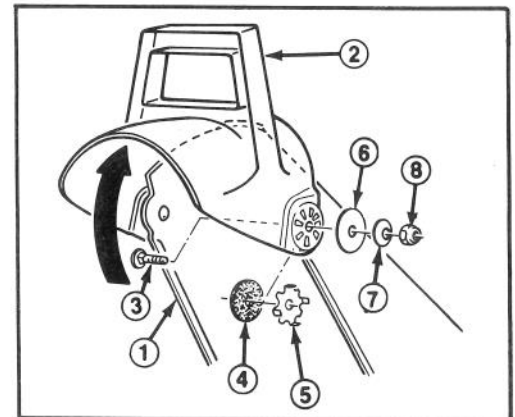

Abbildung 11
2. Die linke Seite des Ablenkblechtes am Auswurf mit Schloßschraube, Gummunterlage, Spannscheibe, Unterlegscheibe und Kontermutter befestigen. Beachten, daß Gummunterlage und Spannscheibe zwischen den Auswurf und das Ablenkblech, und Spannscheibenzungen in die Löcher des Ablenkblechtes kommen. Siehe Abbildung 11 für Installation in richtiger Reihenfolge.